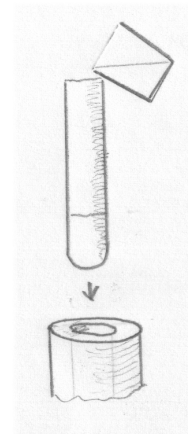

Abb. 7
- 5 Kurz vor Ende der Wartezeit Küvette mit 5ml klarem Messwasser (ohne Zusätze eines Tropftests!) befüllen, in den Küvettenhalter (Aufnahmeöffnung) des Multifotometers einführen, die Lichtschutzhülse darüberstecken und mit den Reglern „Grob“ und dann „Fein“ auf dem Fotometer die Anzeige am Messgerät auf Null stellen (Abb. 7). Eine Nullstellung muss kurz vor **jeder** Messung erfolgen!